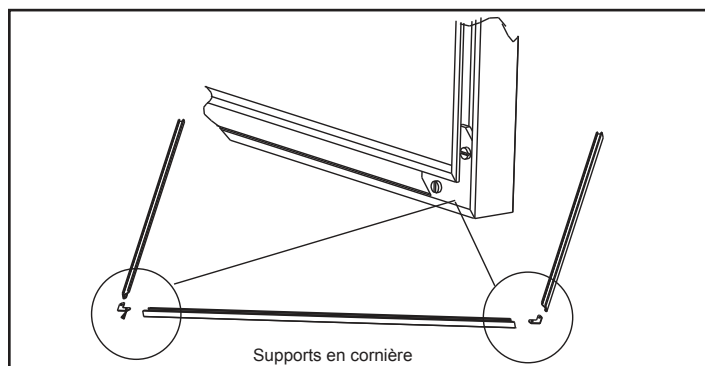

Figure 18.4
4. Visez les supports en cornière en utilisant un tournevis à tête plate. **Figure 18.4.**